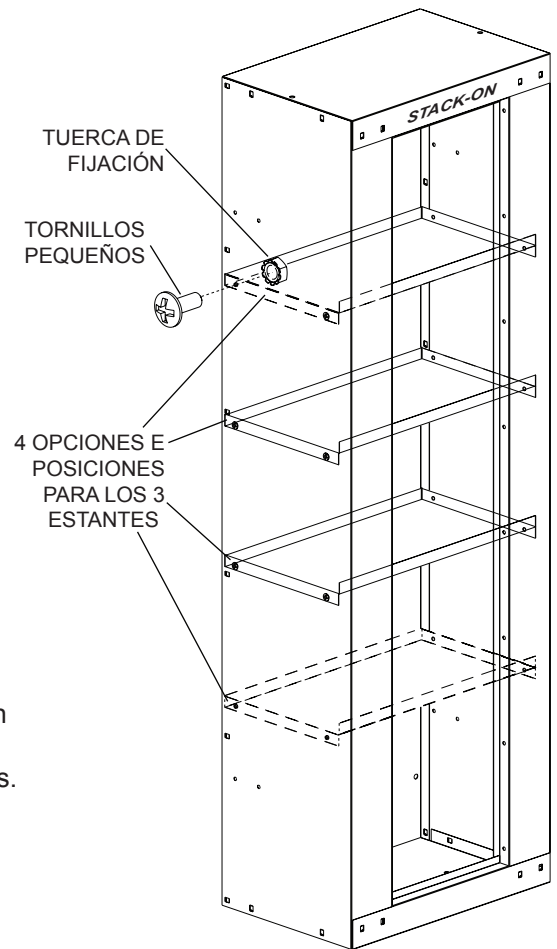

Figura 4
Tiene 4 sistemas de agujeros que proporcionan 4 diversas opciones de altura para los (3) Estantes. Monte cada Estante usando (4) tornillos pequeños y (4) tuercas de fijación (Figura 4).